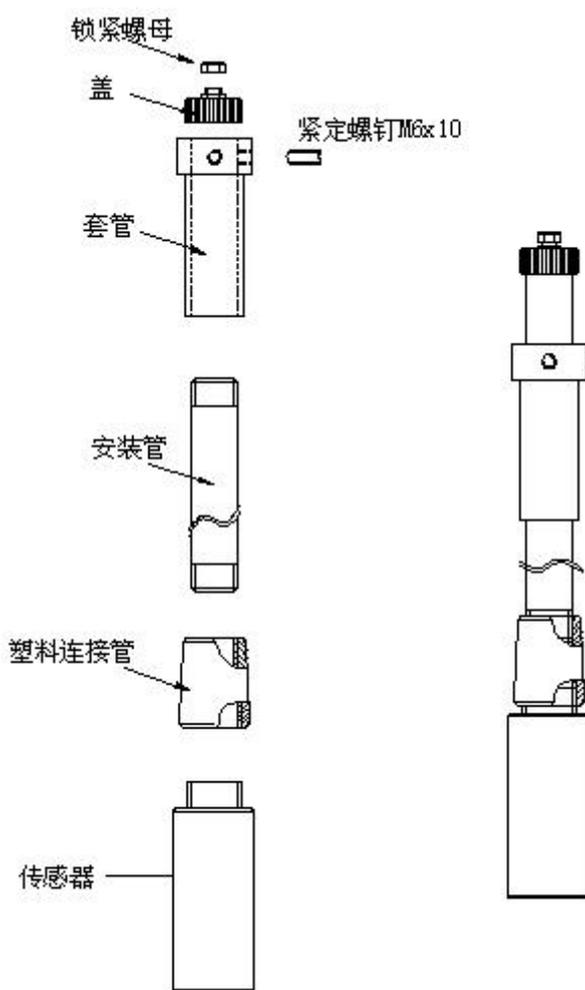

图 2-6 传感器支架安装示意
2、将传感器的电缆依次穿过塑料连接管、安装管、套管、盖和锁紧螺母；将传感器的螺纹与塑料连接套的螺纹孔相接并拧紧；塑料连接套则与安装管相连；然后将安装管穿过套管，根据现场测量深度通过两个紧定螺钉将套管固定在安装管上的合适位置；将盖与安装管拧紧，防止雨水和其他物质进入安装管；将锁紧螺母拧紧，固定电缆。传感器与安装管安装完成后如图 2-6 右图所示。